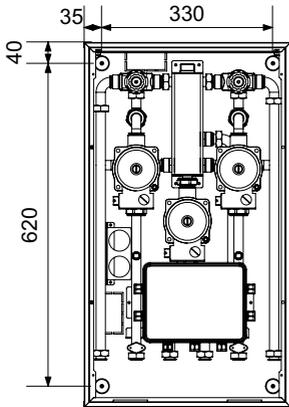

Figura 4.2
- Segnare nel muro i fori da effettuare rispettando le misure indicate in Figura 4.2.